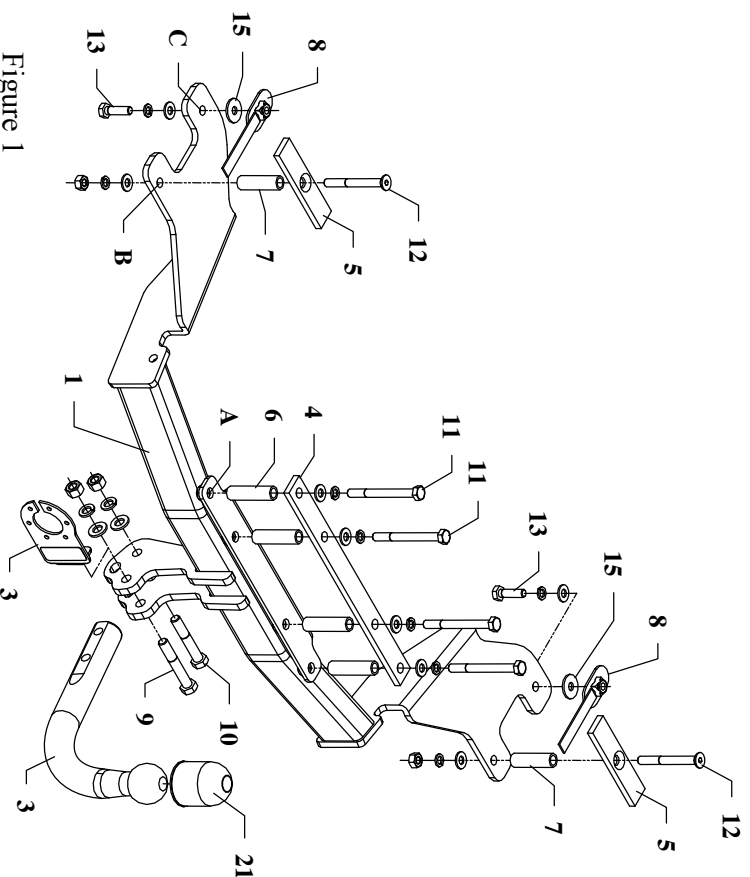

Figure 1
6. Placer la poutre principale de l'attelage (pos. 1) au châssis du véhicule de manière que les trous A coincident avec les trous percés dans le renfort. Placer les douilles d'écartement (pos. 6) et l'éclisse (pos. 4) du côté du coffre et serrer de manière lâche à l'aide des vis M10 x M100mm (pos. 11) comme indiqué sur la figure 1.
9. Placer les douilles d'écartement (pos. 7) avec les éclisses (pos. 5) et des vis M10x90mm (pos. 12) du côté du coffre. Serrer de manière lâche.
10. Faire glisser les écrous sur le bras long (pos. 8) aux longerons et serrer à l'emplacement des points C à l'aide des vis M10x35mm (pos. 13) comme indiqué sur la figure 1.